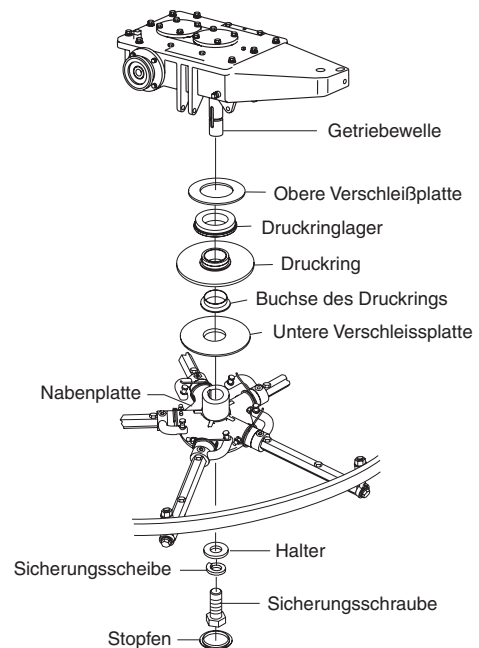

Abbildung 33. Entfernen der Nabe
1. Suchen Sie die Stellschraube mit Kegelspitze (Abbildung 33) und die zugehörige Gegenmutter auf der Seite der Nabe.